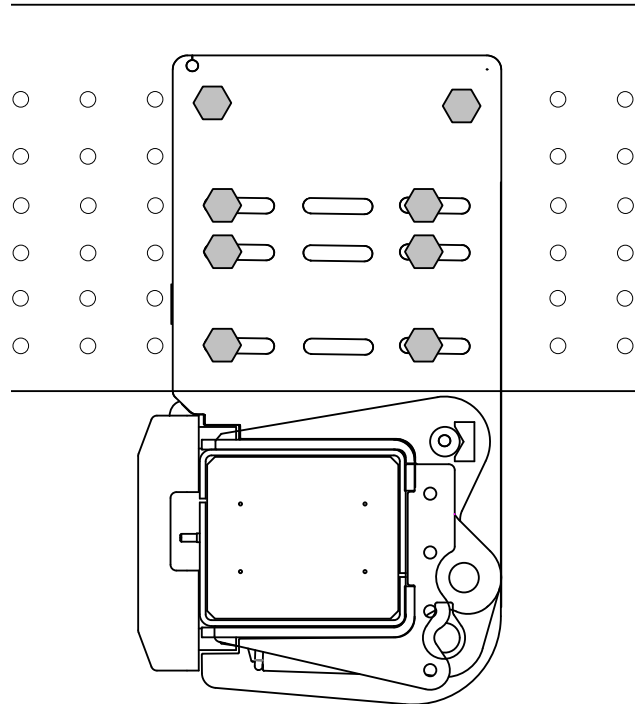

Bild 32. Montering av ramfästet på fordonsram med förborrade hål
15. Skruva fast fästena på utsidan av fordonsramen. Montera i de spårformade hålen med minst 6 skruvar. Använd passande skruvar (hållfasthet motsvarande M14 10.9 eller högre) och montera tillhörande bricka och mutter på fordonsramens insida. Montera skruvarna utan att dra åt. Se Bild 32.
18. Borra hål i fordonsramen för fästskruvar i respektive fästes två övre runda hål. Använd passande skruvar (hållfasthet motsvarande M14 10.9 eller högre) och montera tillhörande bricka och mutter på fordonsramens insida. Se Bild 32. Dra åt skruvarna med momentnyckel. **Åtdragningsmoment: Standard för vald skruv.**